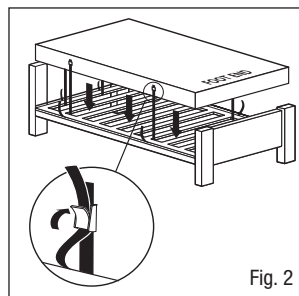

Fig. 2
3. Fixez le matelas au cadre de lit à l'aide de sangles réglables. Passez les sangles autour de la plate-forme du matelas sur le cadre de lit et fixez-les à l'aide des boucles (Fig. 2), ce qui permet de déplacer les composants sur les cadres de lit électriques. Cette précaution est importante car elle empêche le matelas de se détacher du cadre du lit et de blesser le/la patient(e). Un kit d'extension de sangle est disponible pour permettre une utilisation avec des canapés-lits (numéro de pièce 11062).